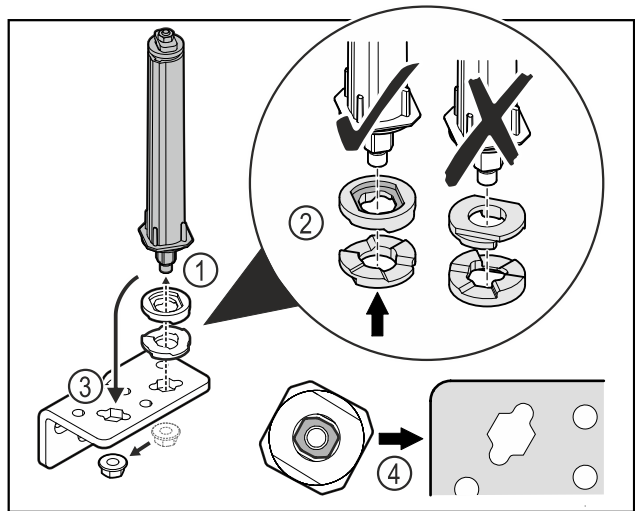

Fig. 29
- ▶ Mutter lösen und Türschließsystem entfernen Fig. 29 (1).
- ▶ Auf die korrekte Ausrichtung der Höhenverstelleisiben achten Fig. 29 (2).
- ▶ Türschließsystem im Scharnierwinkel umsetzen und mit der Mutter fixieren Fig. 29 (3).
- ▶ Beim Einsetzen auf die korrekte Ausrichtung des Türschließsystems achten Fig. 29 (4).